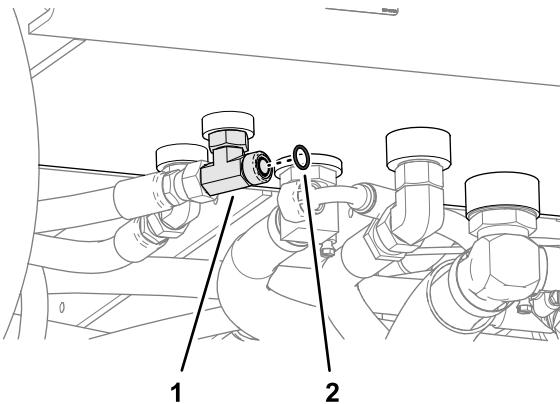

**Bild 129**
4. Befestigen Sie die Befestigungsplatten der Schlauchklemmen und die P-Klemmen mit den zwei Schlossschrauben (5/16" x 1") und zwei Sicherungsbundmuttern (5/16") an den Motorhalterungen (Bild 128 und Bild 129).